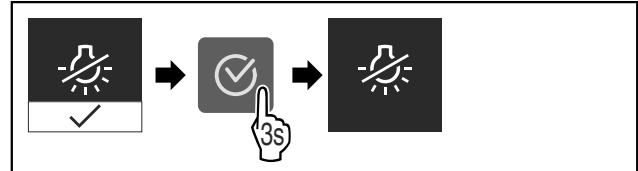

Fig. 10
- Stappen (zie Fig. 10) uitvoeren.